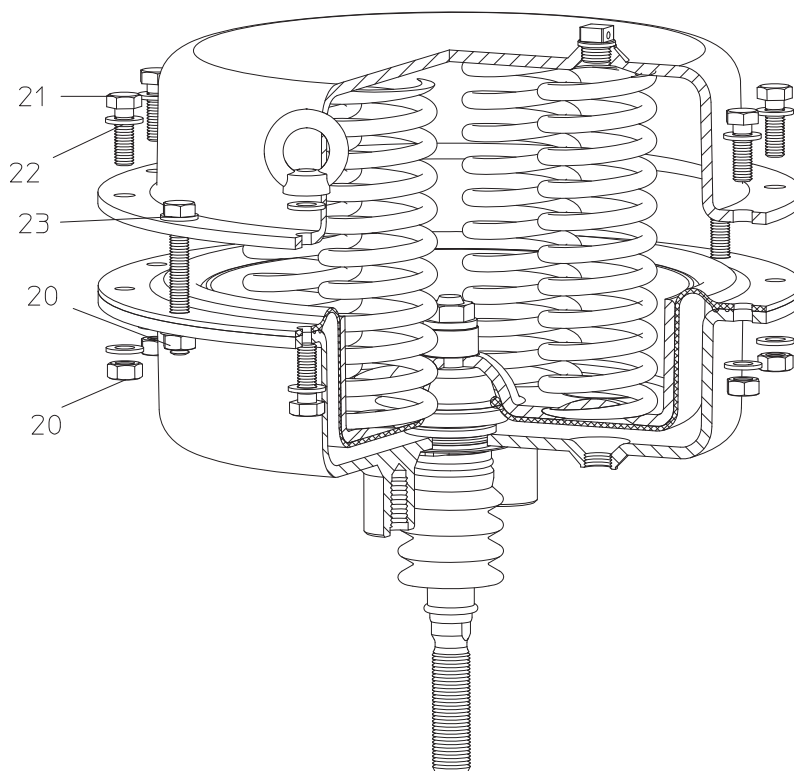

Рис. 20
- В приводах с усиленным предварительным натяжением пружин (см. Рис. 20) в моделях DP30 / DP32 и DP33 имеются два, а в модели DP34 - четыре длинных винта (23). В последнюю очередь равномерно ослабьте винты, чтобы снизить предварительное натяжение пружин.